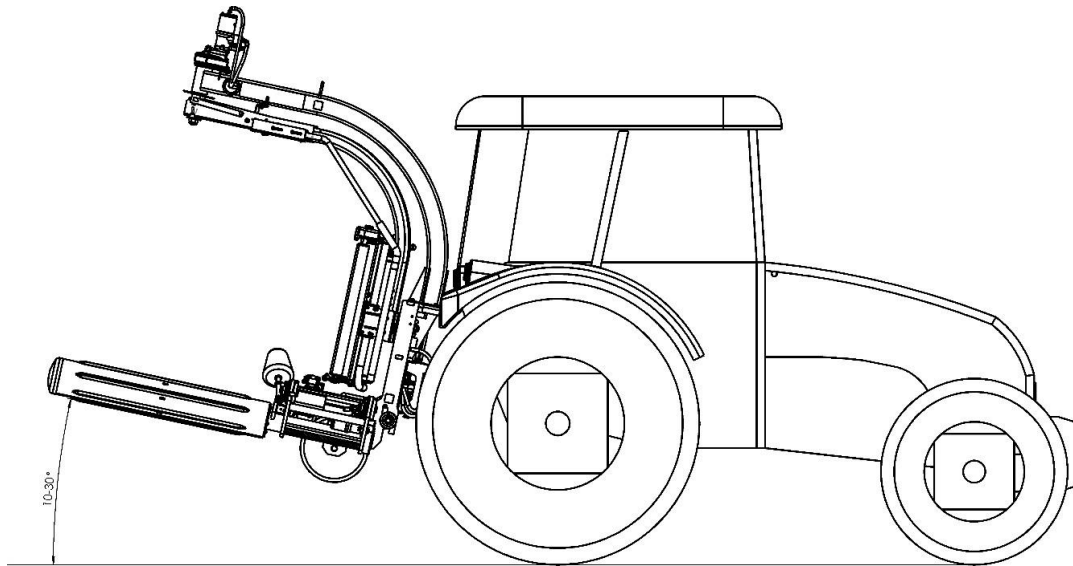

Рисунок 19. Транспортное положение
3. Поднимите обмотчик в транспортное положение (рис. 19).